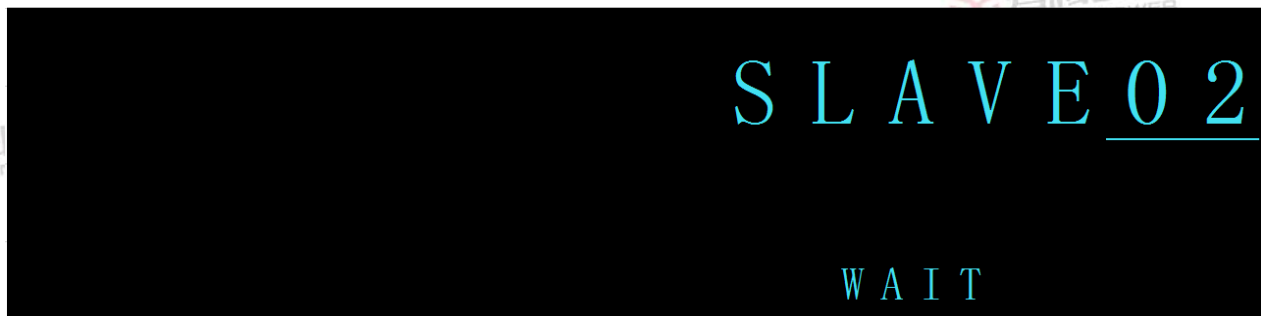

图 54 从机主界面 WAIT 显示
- 2) 作为从机时可设置从机地址，用于 CAN 通信，作为主机时不可设置，作为从机如果没检测到主机会一直等待，在从机主界面一直闪烁显示 WAIT，从机主界面 WAIT 显示如图 54 所示。